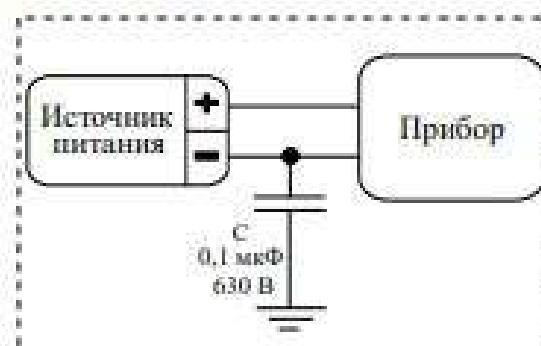

Рисунок 4
**ВНИМАНИЕ! В ЦЕЛЯХ ПОВЫШЕНИЯ ПОМЕХОУСТОЙЧИВОСТИ СИСТЕМЫ ПОЖАРНО-ОХРАННОЙ СИГНАЛИЗАЦИИ МИНУСОВОЙ ПРОВОД ИСТОЧНИКА ПИТАНИЯ ПРИБОРА РЕКОМЕНДУЕТСЯ ЗАЗЕМЛЯТЬ ЧЕРЕЗ НЕПОЛЯРНЫЙ КОНДЕНСАТОР ЕМКОСТЬЮ 0,1 – 0,47 мкФ × 400 В (ИЛИ БОЛЕЕ). НАПРИМЕР: К73-17, 0,1 мкФ, 630 В (РИСУНОК 4).**